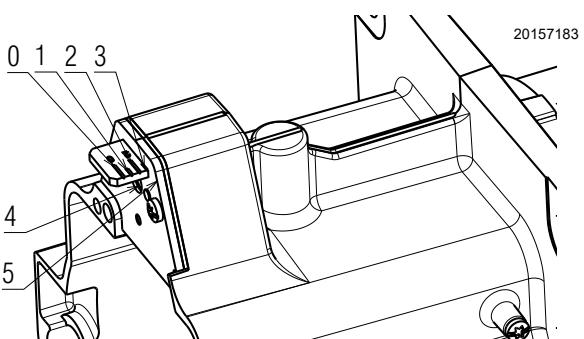
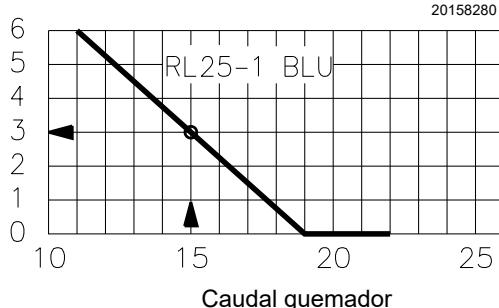

Fig. 14
Fig. 15
- Girar el tornillo 4)(Fig. 14) hasta que coincida la muesca indicada en el diagrama (Fig. 15) con el plano delantero de la brida 5)(Fig. 14).
- El diagrama (Fig. 15) indica que, para un caudal de 15.6 kg/h, el quemador RL 25/1 BLU necesita una regulación del cabezal de combustión de 3 muescas aproximadamente, como se ilustra en Fig. 15.